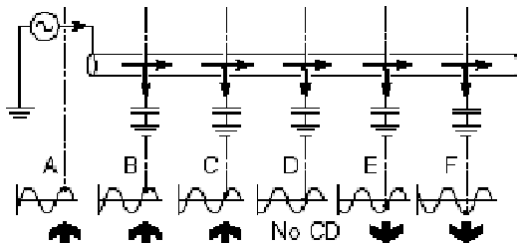

図 9.2: CDリセット
図 9.2 が示すのは、地中への相当な静電容量をとともう埋設配管です。配管に沿って徐々に位相シフトが起こっている様子が示されています。図が示しているのは各波形の基準点です。最初は、基準点は正の半周期 (A) のちょうど Peak 上で起こっています。それが徐々にゼロクロス点 (D) に移動し、最後には負の半周期 (F) の Peak 上で起こります。方向が前向きから後ろ向きに変化します。中間点 (D) では電流の流れが特定できません。この場所では RD8200 探索機の CD 矢印はついたり消えたりと点滅します。図の例では、CD 測定ができた最終点である (C) に戻り、CD リセットを実行することによって、(C) での反応が (A) での反応と等しくなります。